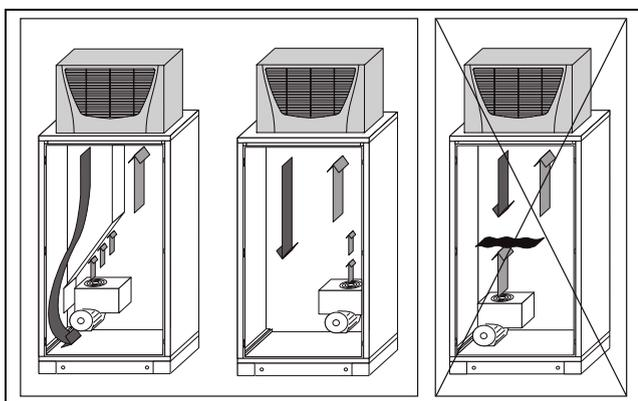

Fig. 3 : Ne jamais diriger le courant d'air froid directement vers des composants actifs
- Prêter une attention particulière à la position des appareils électriques dotés d'une ventilation active (fig. 3).